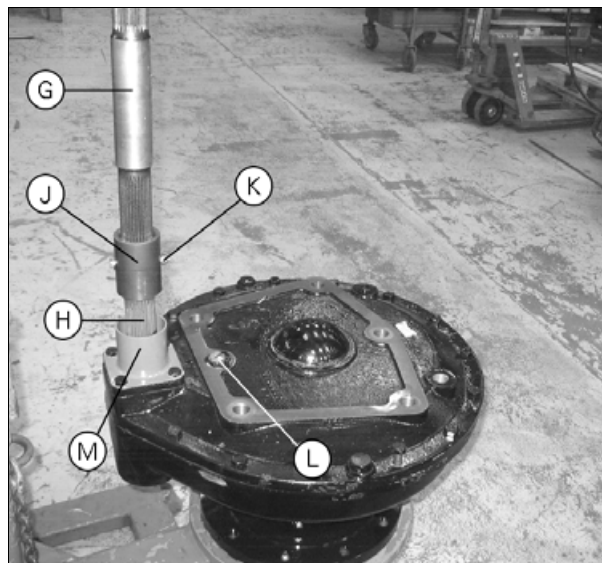

Рис. 6.
- После установки кронштейна конечного привода на конечный привод, входной вал (H) *рис. 6* необходимо выровнять по центру относительно кронштейна. Соберите цилиндрическую втулку и рукоятку (N) так, чтобы их можно было вставить в цилиндр кронштейна. Размеры: Наружный Ø 80 mm - внутренний Ø 45 mm.